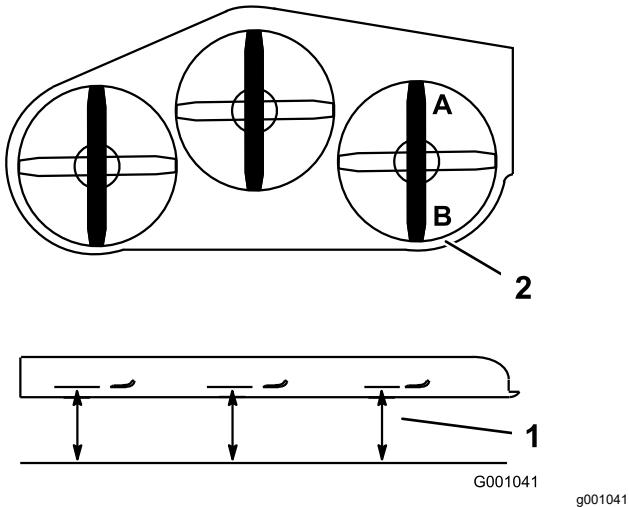

Figure 83
- Tournez 1 lame dans le sens longitudinal. Aux points **A** et **B**, mesurez l'écart entre une surface plane et le tranchant de la pointe des lames (Figure 83).